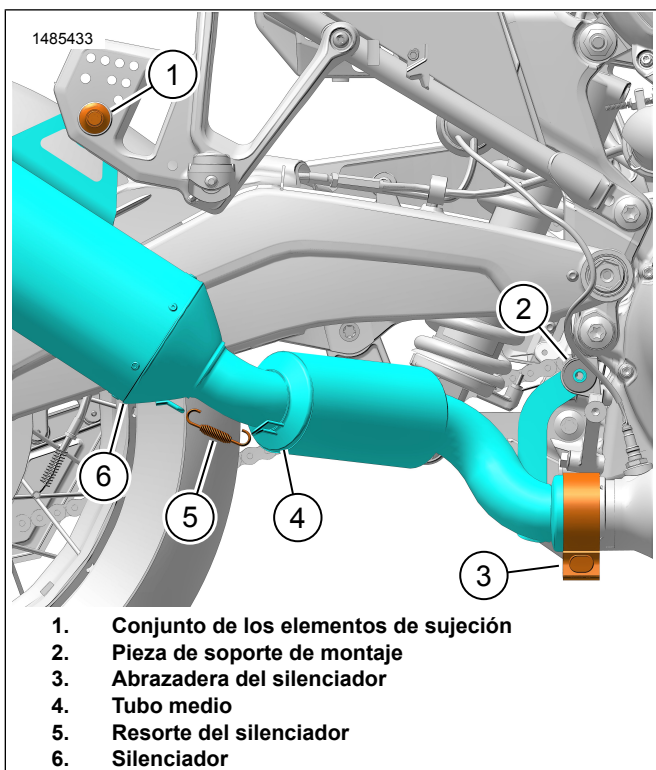

Figura 4. Conjunto de silenciador Screamin Eagle
1. Figura 4 Instale el tubo medio (4) en el silenciador (6).
2. Instale el resorte del silenciador (5) en las lengüetas de montaje del resorte en el tubo medio y el silenciador.
3. Instale la abrazadera del silenciador **nueva** (3) en el tubo medio (4).